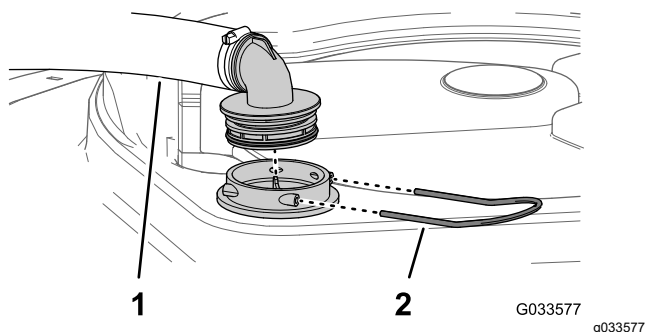

図 78
2. タンク上部で、フィルタハウジングからの太いホースについているフィッティングを固定しているリテーナを外す 図 78。
3. フィルタハウジングからホースとフィッティングを取り外す 図 78。